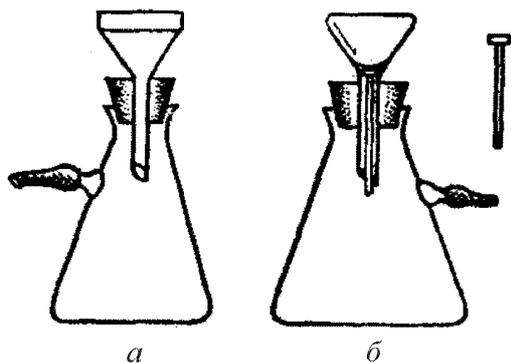
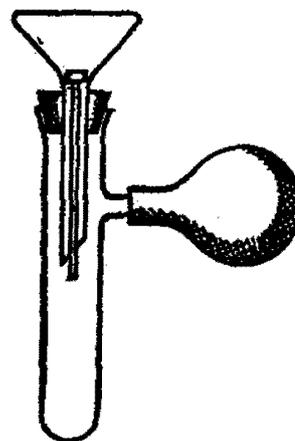

Рис.1. Приборы для фильтрования при пониженном давлении:
Рис.2. Прибор для фильтрования с отсасывающей грушей
**Разделение смесей твердых и жидких веществ.** Если твердое вещество образовало плотный осадок, находящуюся над ним жидкость можно отделить декантацией, т.е. сливанием с осадка. Взвешенные в жидкости твердые вещества отделяют фильтрованием. Для фильтрования значительных количеств веществ применяют воронку Бюхнера с колбой для отсасывания (рис.1а), а для фильтрования малых количеств – воронку с колбой для отсасывания (ри.1б); вакуум создается с помощью водоструйного насоса. Для фильтрования малых количеств веществ применяют также воронку с пробиркой для фильтрования (рис.2); вакуум создается с помощью груши.